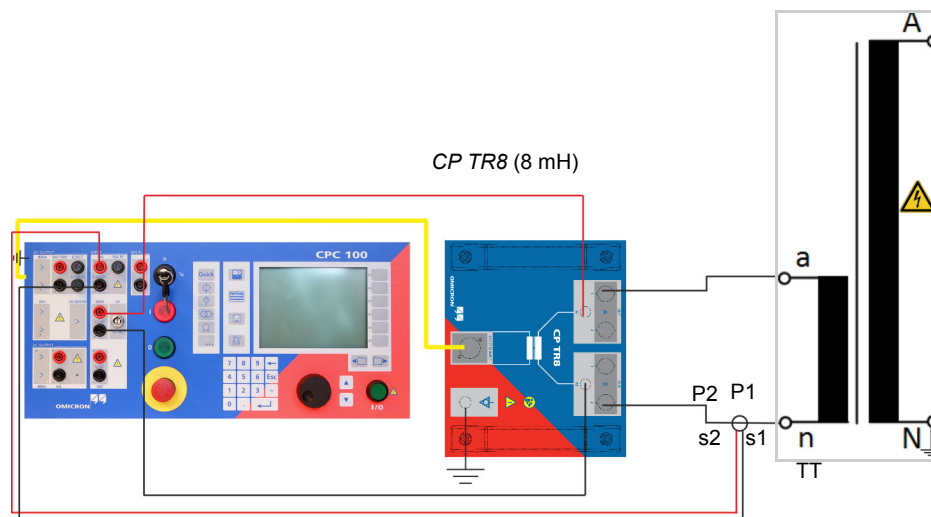

Figure 2-1 Montage de mesure général
Indépendamment de l'option de connexion utilisée, les connexions de mesure suivantes doivent être effectuées (voir Figure 2-1 page 16) :
Si seul le *CP TR8* est utilisé pour la compensation, des charges allant jusqu'à 391 μF peuvent être compensées (à 90 Hz). Cette configuration est également utilisée pour déterminer la capacité de la charge. Assurez-vous de mesurer le courant et la tension du TT de puissance du côté basse tension comme indiqué à la Figure 2-1 « Montage de mesure général » page 16.
- Pour la mesure du courant à l'entrée du TT de puissance, connectez le transformateur de courant fourni comme indiqué à la Figure 2-1 page 16.
Dans cette configuration, une inductivité de 4,44 mH est obtenue grâce à la connexion en série des bobines de compensation *CP CR4* et *CP CR6*, et à la connexion en parallèle des bobines au *CP TR8*. Il est ainsi possible de compenser des capacités de charge allant jusqu'à 704 μF (à 90 Hz). Assurez-vous de mesurer le courant et la tension du TT de puissance du côté basse tension comme indiqué à la Figure 2-1 « Montage de mesure général » page 16.
Pour compenser une capacité de charge de $740\ \mu\text{F}$, le *CP CR6* est connecté au *CP TR8* en parallèle. Ainsi, une inductivité de 3,43 mH est obtenue. Assurez-vous de mesurer le courant et la tension du TT de puissance du côté basse tension comme indiqué à la Figure 2-1 « Montage de mesure général » page 16.
Comme avec la configuration pour 3,43 mH, une connexion en parallèle entre le *CP TR8* et la bobine de compensation est effectuée. Cependant, dans cette configuration, le *CP CR4* est utilisé à la place du *CP CR6*. Ainsi, une compensation maximum de 950 μ F est obtenue à 100 Hz. Assurez-vous de mesurer le courant et la tension du TT de puissance du côté basse tension comme indiqué à la Figure 2-1 « Montage de mesure général » page 16.
Dans cette configuration, une deuxième bobine de compensation est ajoutée à la connexion en parallèle des configurations C (3,43 mH) et D (2,67 mH). Ainsi, une compensation maximum de 1,4 mF peut être obtenue à 100 Hz. Assurez-vous de mesurer le courant et la tension du TT de puissance du côté basse tension comme indiqué à la Figure 2-1 « Montage de mesure général » page 16.
Comme pour la configuration E, une deuxième bobine de compensation est ajoutée à la connexion en parallèle. Ainsi, une compensation maximum de 1,6 mF peut être obtenue à 100 Hz. Pour cette configuration, un *CP CR4* supplémentaire est requis. Assurez-vous de mesurer le courant et la tension du TT de puissance du côté basse tension comme indiqué à la Figure 2-1 « Montage de mesure général » page 16.